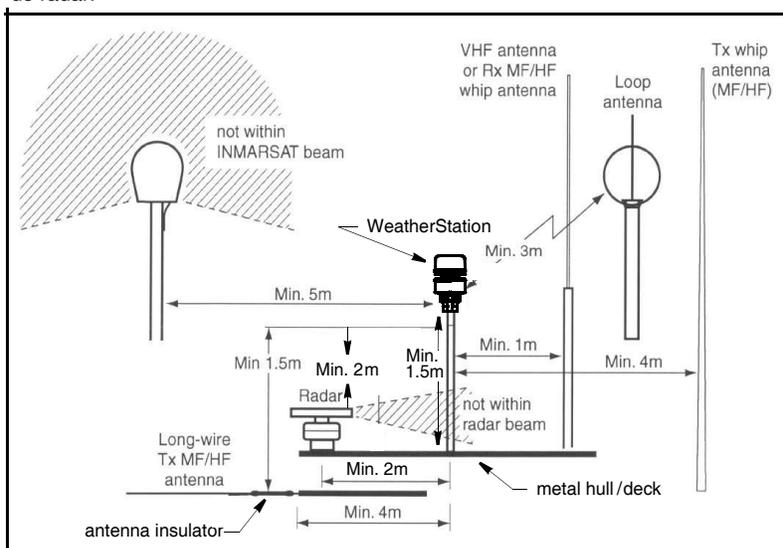

Figura 2. Antenas (Courtesy of Northstar BNT, Acton, MA)
- Para prevenir interferencias con el GPS interno (figura 2):